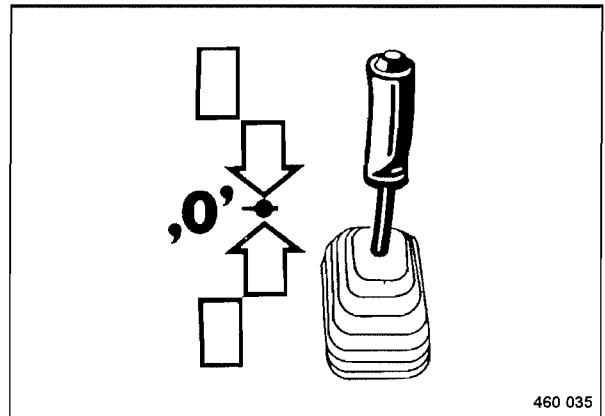

Fig. 50
- Colocar la palanca de marcha (Fig. 50) lentamente en posición "0". La máquina se frena hidrostáticamente de forma automática.